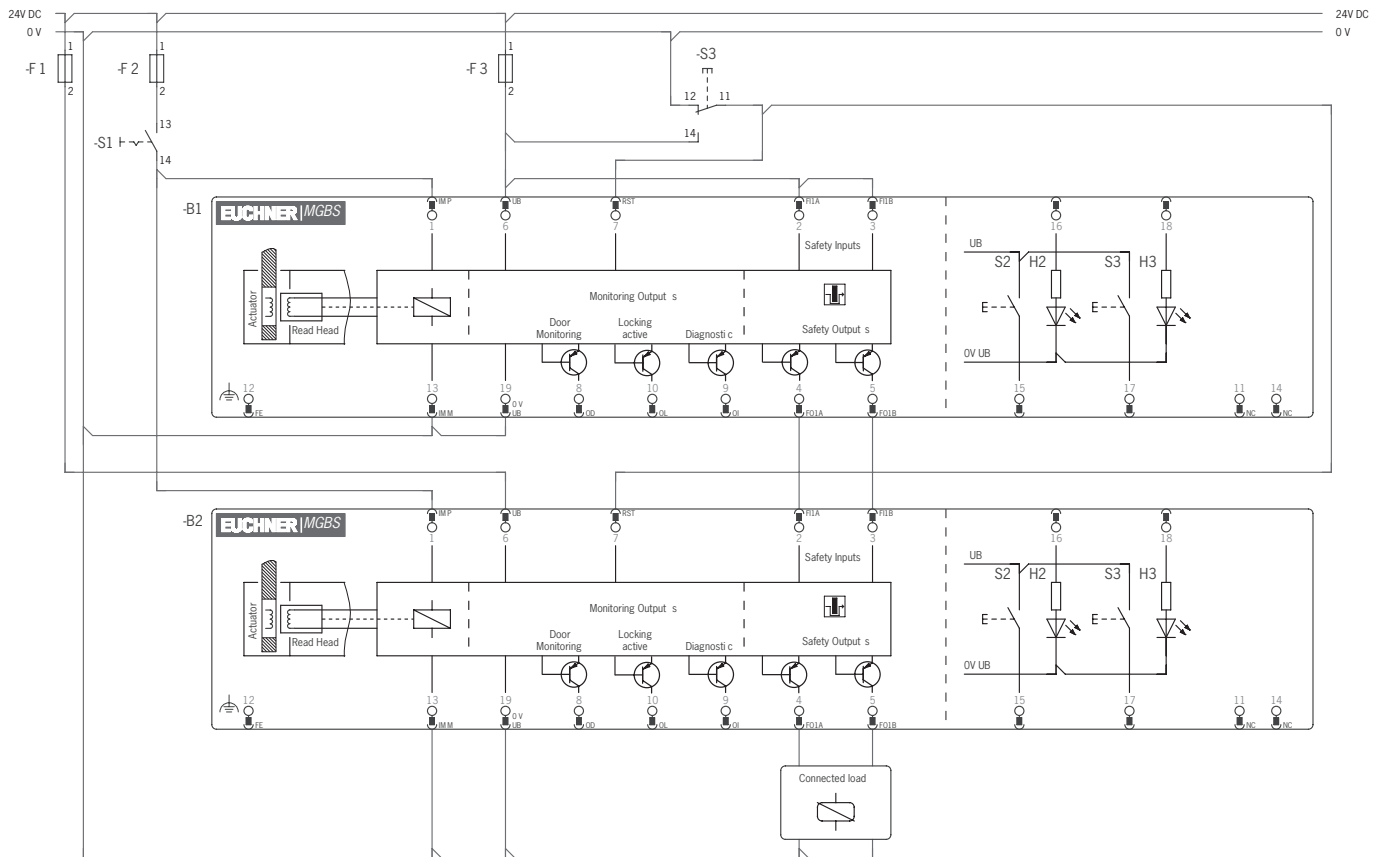

Fig. 6: Ejemplo de conexión para cadena de interruptores, versión con conector M23
- Debe utilizarse una señal común para todos los módulos de bloqueo de la cadena. Puede tratarse de un conmutador, pero también se puede utilizar la salida de un sistema de control. No deben utilizarse pulsadores, ya que el restablecimiento (reset) debe estar siempre conectado a GND durante el funcionamiento (véase el interruptor S3 en la Fig. 6 en la página 30).
Para que esto sea posible, la entrada RST debe conectarse como se muestra en la *Fig. 6 en la página 30*.